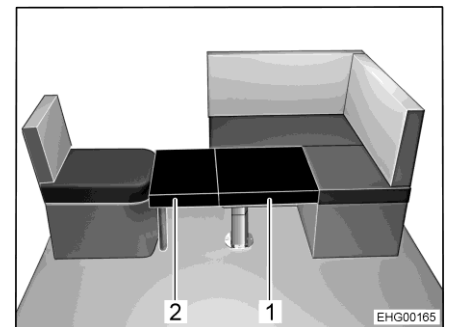

Fig. 111 Después de la transformación
Junto con el asiento individual lateral y la mesa elevadora desplazable, el grupo de asientos L se podrá convertir en una cama adicional. Se requieren dos cojines adicionales para crear la superficie de descanso. Uno de los cojines adicionales (Fig. 111,2) está equipado con un reposapiés desplegable y un soporte de fijación. El otro cojín adicional (Fig. 111,1) se coloca en el tablero de la mesa.
- Desplegar el reposapiés del cojín adicional más pequeño (Fig. 111,2).
- Enganchar el soporte de fijación del cojín adicional (Fig. 111,2) en el asiento individual y colocar el cojín adicional en el tablero de la mesa.
- Colocar el segundo cojín adicional (Fig. 111,1) sobre el tablero de la mesa.